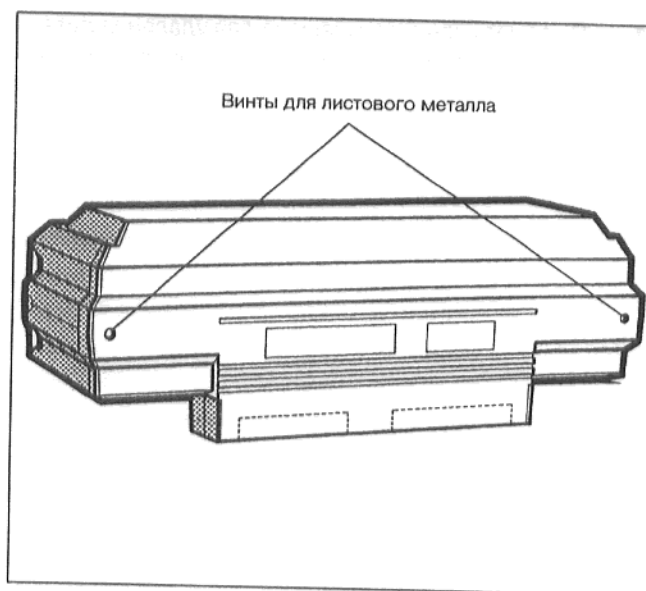

рис. 38
- Ослабить два винта в крышке клеммной коробки. Крышку клеммной коробки слегка откинуть вверх, после чего снять, подав назад (рис. 38).
- Ввести капиллярные трубки через элемент для прохода кабеля и раскатать на требуемую длину. Датчики капиллярных трубок провести к точкам измерения котла, ввести там датчики в погружную гильзу и зафиксировать предохранителем датчиков (рис. 38).